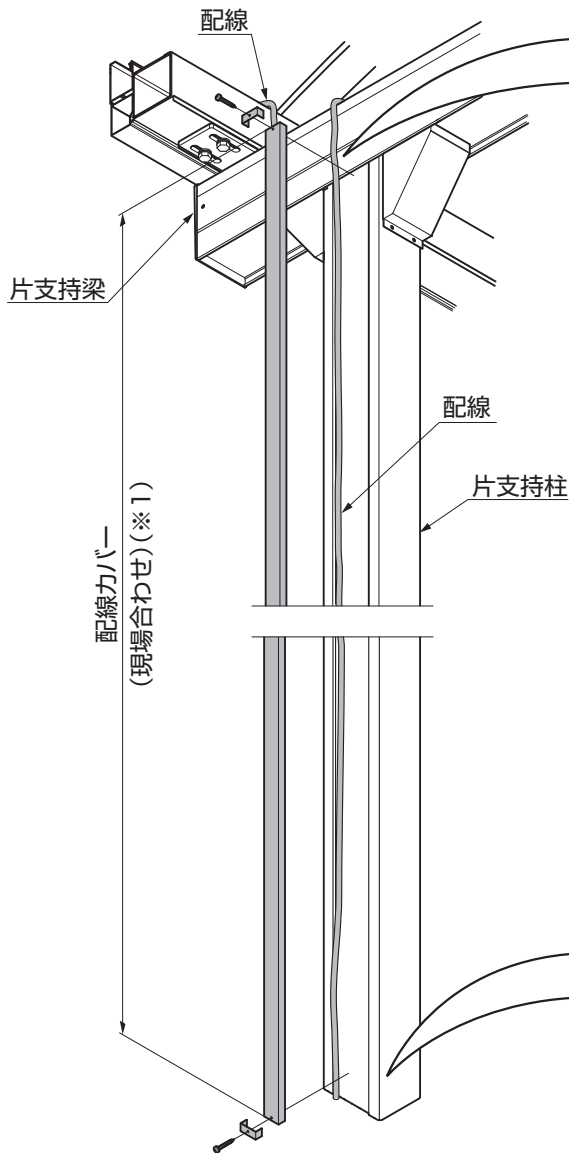

図2-13
- 配線カバー（※1）は現場に合わせて切断してください。（図2-13参照）